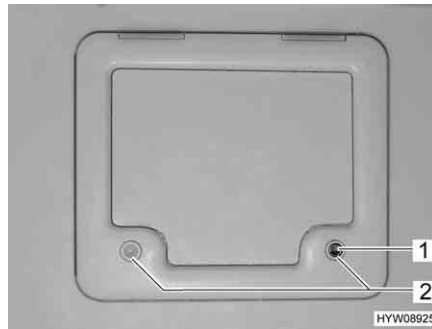

Fig. 25 Sportello per serbatoio fecale/gavone
- Inserire la chiave nel cilindro della serratura a pressione (Fig. 25,1) e ruotare di un quarto di giro.
- Premere contemporaneamente con i pollici entrambe le serrature a pressione (Fig. 25,2) e aprire lo sportello del serbatoio fecale.
- Inserire la chiave nel cilindro della serratura (Fig. 25,1) e ruotare di un quarto di giro.